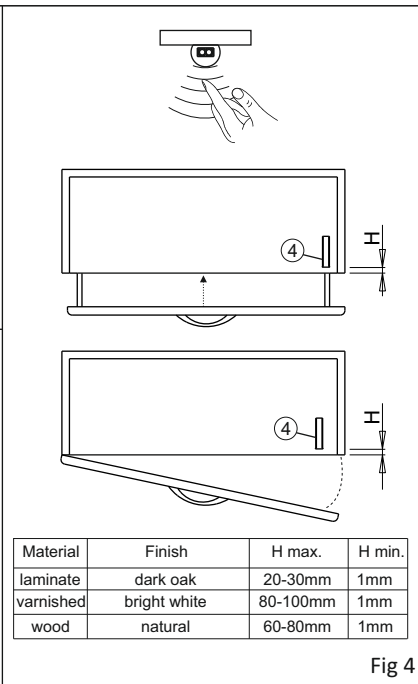

Fig 4
OPERATION (fig.4):
- If the **IR-SENSOR** has been set to operate as a limit switch, the lamps connected to it are turned off when an object (e.g. the door of a furniture unit) enters the device's radius of action (fig.4). Conversely, the lamps connected to it are switched on when no objects are present within its radius of action.
BETRIEB (Abb. 4):
- Wenn der **IR-SENSOR** auf die Betriebsart Endschalter eingestellt ist, werden die daran angeschlossenen Lampen ausgeschaltet, wenn ein Objekt (beispielsweise die Tür eines Möbelstücks) sich innerhalb des Aktionsbereichs des Geräts (Abb. 4). befindet. Dagegen werden die Lampen eingeschaltet, wenn innerhalb des Aktionsbereichs des Geräts kein Objekt vorhanden ist.
FONCTIONNEMENT (fig.4):
- Si l'**IR-SENSOR** est réglé en modalité interrupteur de fin de course, les lampes auxquelles il est branché s'éteignent quand un objet (par exemple une porte d'un meuble) se trouve à l'intérieur du rayon d'action de l'appareil (fig.4). Vice-versa, les lampes auxquelles il est branché s'allument quand aucun objet ne se trouve à l'intérieur de son rayon d'action.